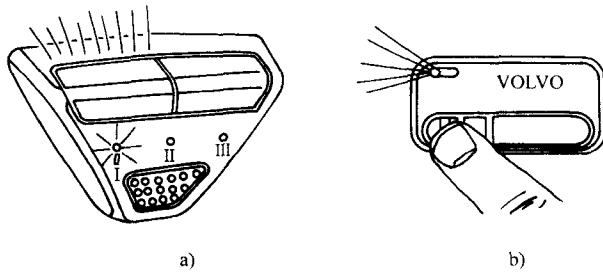

图 8-4 防盗系统设定
(3) 利用功能键选择 LED 指示灯 I、II 或 III 决定所要选择的设定内部码模式，若 LED 指示灯亮，表示该组内部码已设定。若 LED 指示灯不亮，表示未被设定，如已有设定的内部码，在进行重新设定程序时仍可重新设定新码来取代原内部码。
(4) 10s 内按下遥控器遥控键如图 8-4 所示，即可自行重新设定。每一组 LED 指示灯内码可拷贝 2 个遥控器，而沃尔沃遥控接收器有 I、II、III 三组内部码设定，可拥有 6 个遥控器。